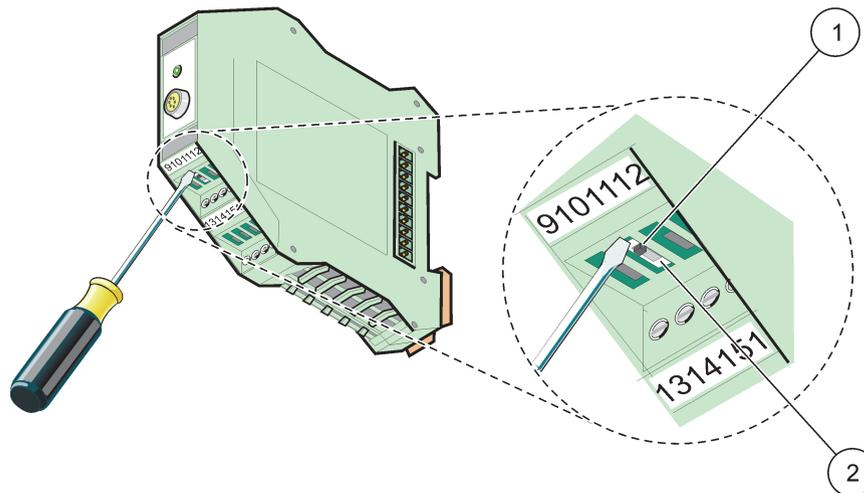

Figure 75 Commutation de la terminaison de réseau
1. Désactiver l'interrupteur (terminaison de réseau) sur le module (Figure 75).